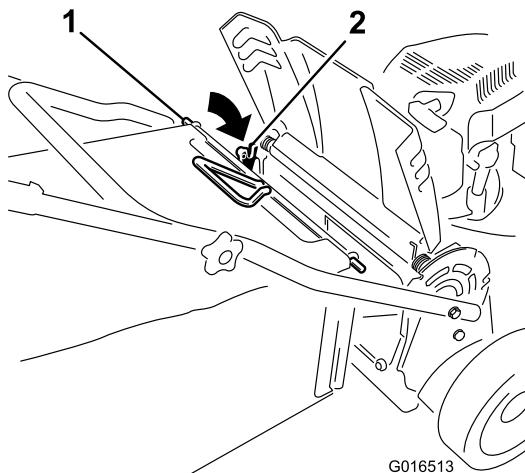

Figura 28
3. Instale la varilla de la bolsa en las muescas de la base del manillar, y mueva la bolsa hacia adelante y hacia atrás para verificar que la varilla está asentada en el fondo de cada muesca; consulte Figura 28.